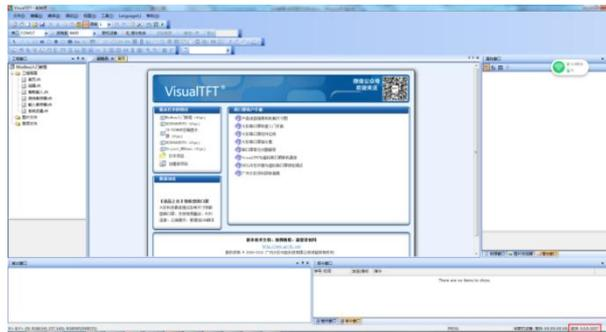

图 2-2 软件版本
(2) 打开 VisualTFT，在软件右下角可以查看软件版本图 2-2 所示，最新版本可登录 <http://www.gz-dc.com> 下载。